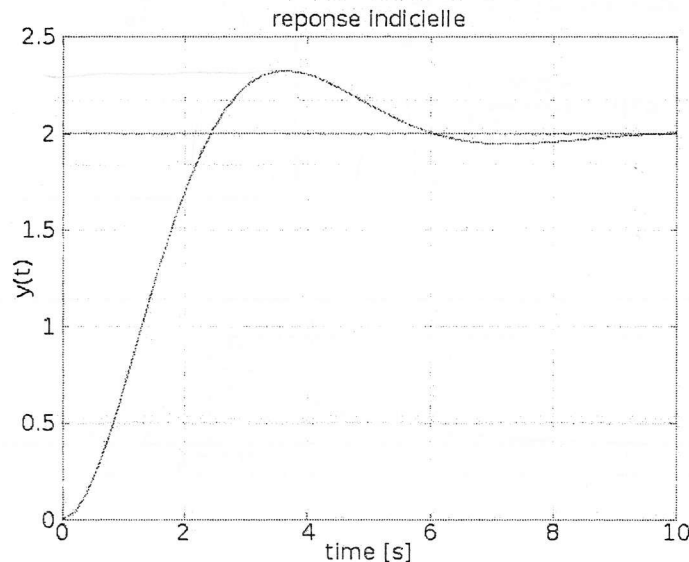

FIGURE 1 – Réponse indicielle du système en boucle ouverte.
1) Afin d'identifier la fonction de transfert en boucle ouverte $T(p)$ d'un système, un essai indiciel est réalisé avec un échelon unitaire en entrée. A l'aide de la figure 1, proposer une fonction de transfert $T(p)$ de type second ordre (paramètres K , m , ω_n).